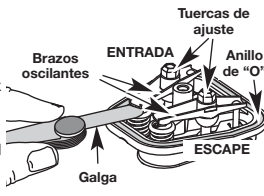

Fig. 30
- El pistón se encuentre en la parte superior de su recorrido mientras mira dentro del orificio de la bujía de encendido (Fig. 30).
7. Deslice la galga entre el brazo oscilante y el resorte de retorno de la válvula. Mida el huelgo entre el vástago de la válvula y el brazo oscilante (Fig. 30 y 31). Realice esto en las válvulas de entrada y de escape.
El huelgo recomendado para las válvulas de entrada y de escape es 0,076 - 0,152 mm (0,003 - 0,006 pulg.). Use un calibrador regular de automóvil de 0,127 mm (0,005 pulg.). El calibrador debe deslizarse entre el balancín y el vástago de la válvula con una ligera cantidad de resistencia, sin doblarse (Fig. 30 y 31).